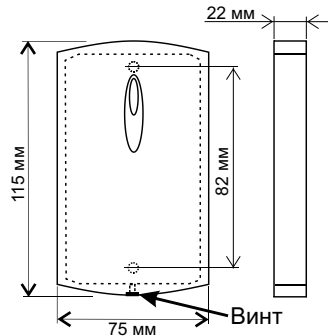

Рис.2 Габариты изделия
- разметьте и просверлите отверстия под размер крепежных отверстий считывателя (рис.2);